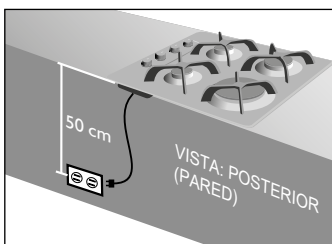

Figura 5.
- La distancia mínima entre tomacorriente y la entrada de gas del producto debe ser de 50 cm (Ver figura 5).